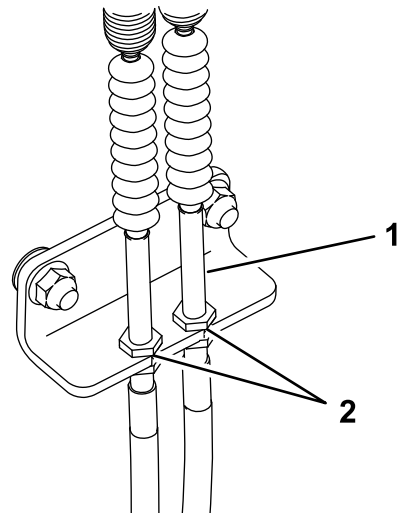

Figure 46
2. À l'intérieur du côté gauche de la tour de commande, réglez les écrous jusqu'à ce que les câbles soient tendus (Figure 46).